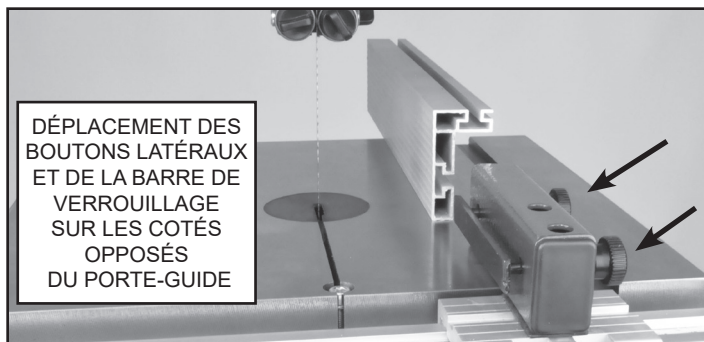

FIGURE 34
3. Dévissez complètement la poignée latérale de la barre du châssis et ré-assemblez les pièces du porte-guide situées sur le coté opposé, à gauche. Ensuite faire tourner le guide de 180° de bout à bout et glissez-le encore sur le porte-guide. FIG. 34 et 35.